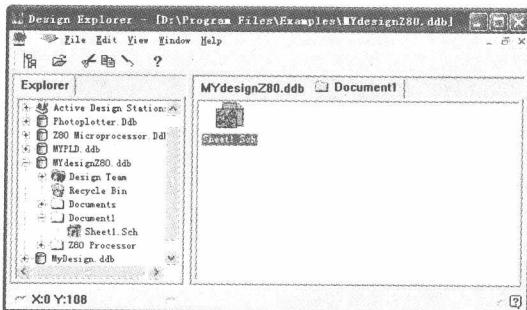

图 1-21 新建文件
- 2) 选择新建文件后，单击 OK 按钮，或直接双击选择文件图标，新建文件将出现在文件夹中，如图 1-21 所示。